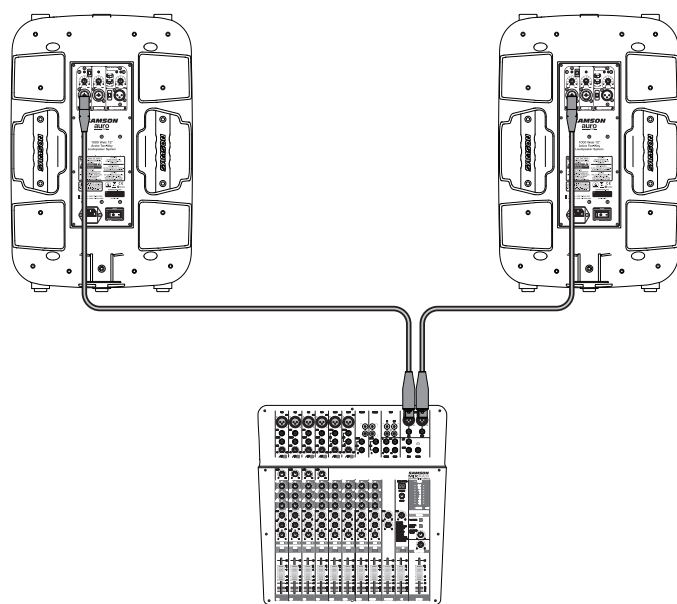

figura 4
5. Connettere il cavo di alimentazione fornito all'entrata AC Power sul retro dell'altoparlante. Inserire il cavo di alimentazione in una presa AC (figura 4).
8. Fare emettere un segnale audio dal mixer, oppure parlare nel microfono (figura 4).